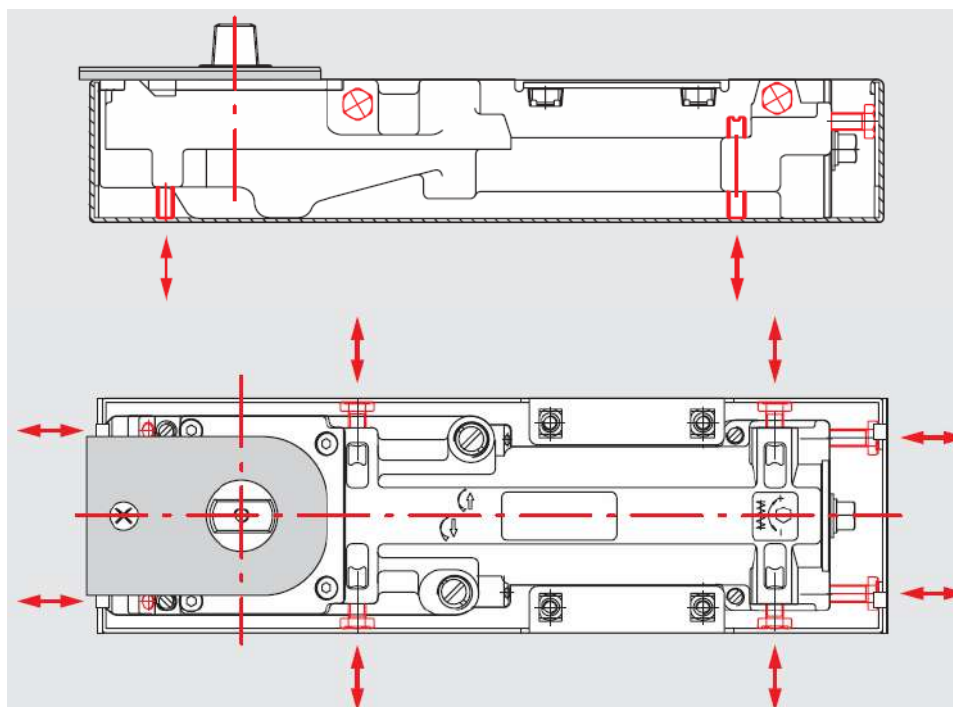

Рис. 3. Принцип болтового крепления тела доводчика **DORMA BTS 75V**.
- Болтовое (номер заказа 618xxxxx) (**Рис. 3**);